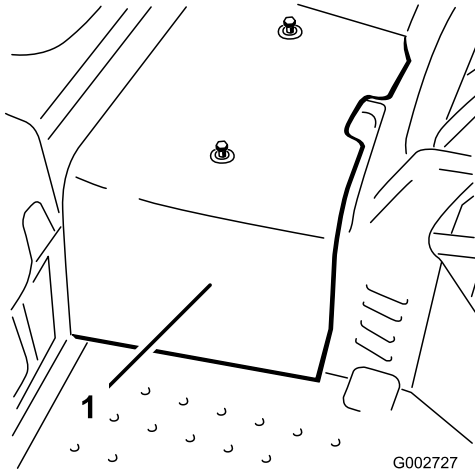

图34
2. 拧掉将中央护罩固定到机器的 2 个螺丝，然后取下护罩（图34）。